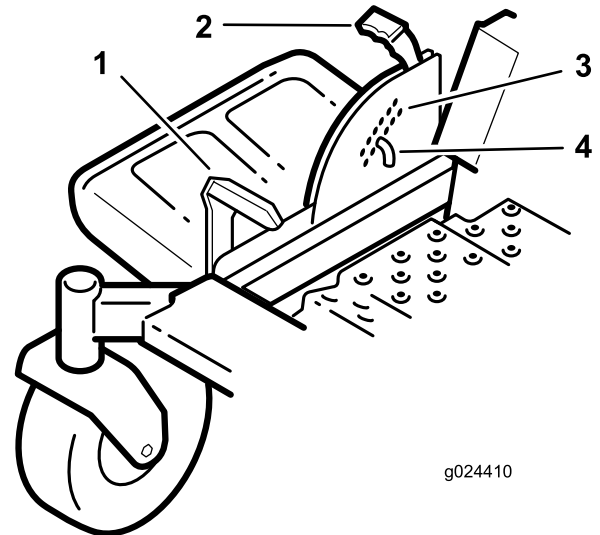

Figure 23
- Appuyez sur la pédale de relevage du tablier avec le pied et tirez la poignée de verrouillage de transport en arrière pour désengager le verrou de transport (Figure 23).
1. Appuyez sur la pédale de relevage du tablier avec le pied et relevez le tablier en position de verrouillage de transport (qui est aussi la position de hauteur de coupe de 114 mm [4½ po]), comme montré à la Figure 23.
2. Pour changer la hauteur de coupe, retirez la goupille du support de hauteur de coupe (Figure 23).
3. Insérez la goupille dans le trou du système de hauteur de coupe correspondant à la hauteur de coupe voulue (Figure 23).